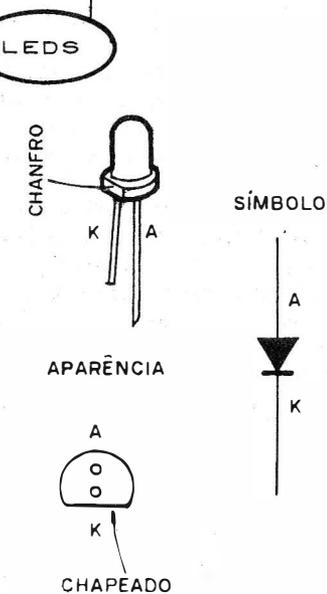

Fig. 5
- **FIG. 5 - OS LEDs - DETALHES E ESTILIZAÇÃO** - Para benefício dos iniciantes, a figura traz a aparência, símbolo e estilização adotada nos "chapeados", dos LEDs comuns, redondos. Notar que nada impede - na verdade - a utilização de LEDs em outros formatos no **display** do VUS, porém, nossa recomendação (questão, talvez, de puro gosto pessoal...) é que LEDs **redondos** (ou no máximo, com cabeças quadradas, simples...) sejam aplicados. A disposição geral da "tela" matriciada, bem como a própria visualização, ficariam (na nossa opinião), "bregas" e "embaralhadas", se usados LEDs triangulares, em formato de setas, etc. Entretanto, gosto não se discute... Se o estimado Leitor/Hobbysta for do tipo de gruda no painel do carro aquelas moldurinhas com fotografias, fixadas por imã, com a inscrição "NÃO CORRA, PAPAÍ...", essas coisas, ficará até "bem" um painel multi-colorido e multi-formatado no **display** do VUSCÓPIO...